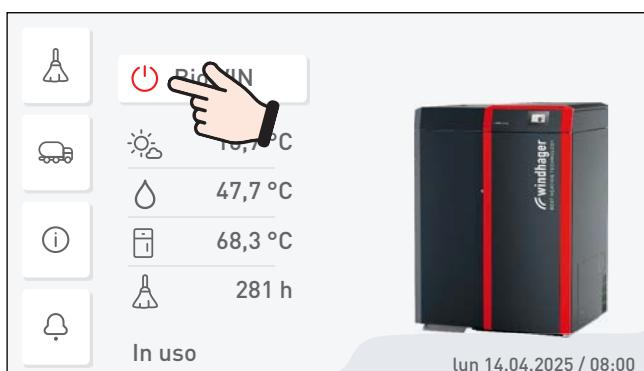

Fig.29 Spegnere caldaia a pellet
- ▶ Spegnere la caldaia con il tasto ON/OFF su InfoWIN Touch (Fig. 29 – vedere anche il manuale d'uso di InfoWIN Touch) e attendere la fine combustione (circa 20 minuti).